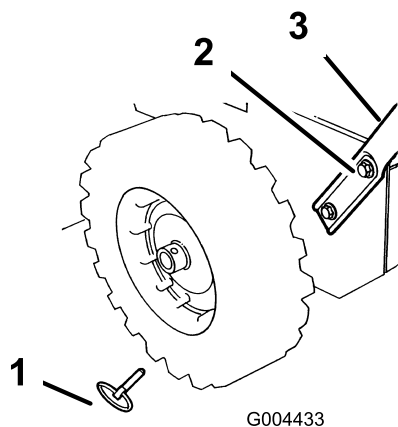

Bild 3
2. Entfernen Sie die Achszapfen an beiden Rädern (Bild 3) und schieben die Räder ungefähr 3 cm auf der Achse nach außen.
5. Richten Sie die Löcher auf der linken Seite des Griffs mit den Löchern in der linken Seitenplatte aus und ziehen Sie den Griff mit zwei Kopfschrauben und Wellenscheiben mit der Hand an (Bild 3).